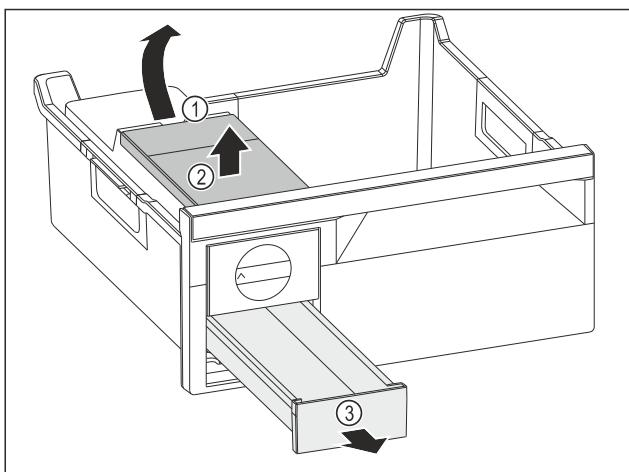

Fig. 129
- Вийняти бак для води: підняти бак для води за заглиблення Fig. 129 (1).
- Вийняти бак для води Fig. 129 (2) рухом вгору.
- Вийняти висувний ящик для кубиків льоду Fig. 129 (3) рухом вперед.